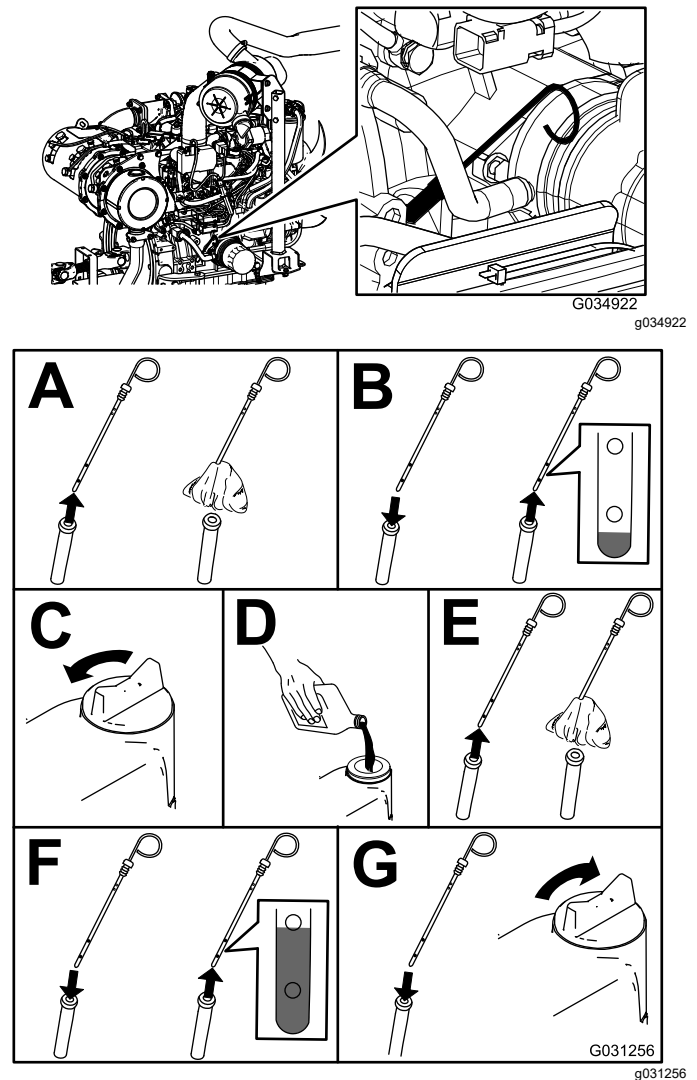

Bild 116
3. Prüfen Sie den Stand des Motoröls (Bild 116).